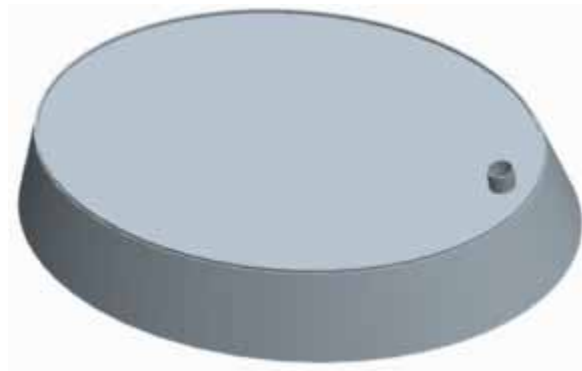

图 50-15
- (4) 调整特征生成方向，单击  按钮，完成拉伸特征建立，如图 50-15 所示。。